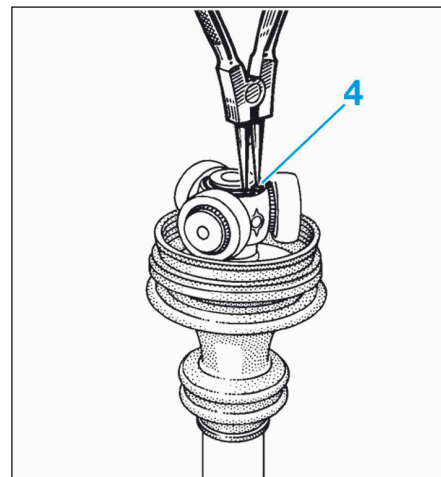

FIG.9
- le circlip (4) du tripode (Fig.9),